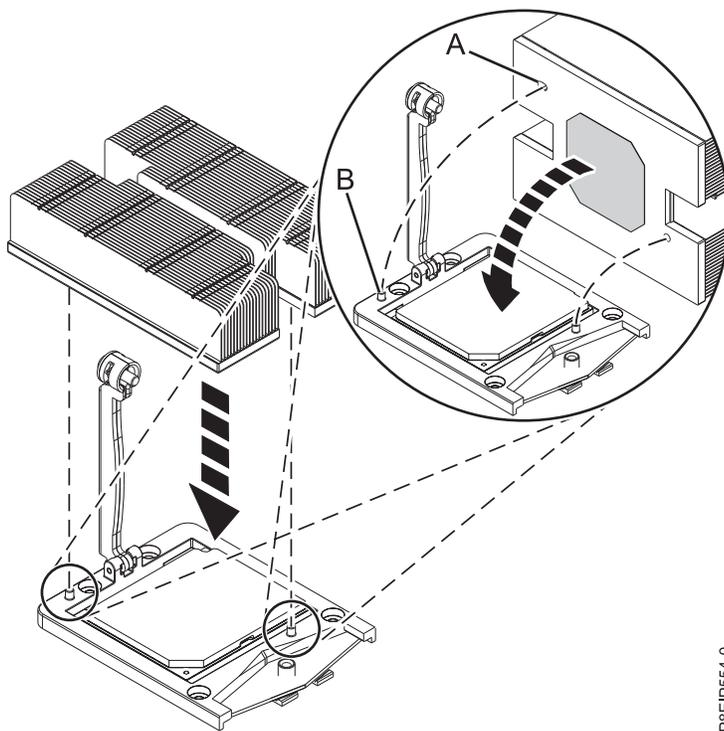

Abbildung 38. Kühlblech installieren
- 10. Verschieben Sie das Kühlblech des Prozessors auf den Prozessor. Senken Sie das Kühlblech vorsichtig auf das Systemprozessormodul ab und stellen Sie dabei sicher, dass die Bohrungen im Kühlblech (A) an den beiden Führungsstiften (B) im Socket ausgerichtet sind (siehe Abb. 38).